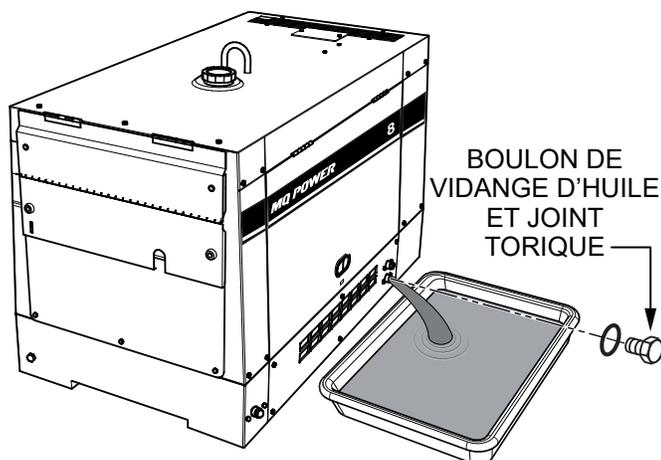

Figure 50. Vidange de l'huile moteur
1. Retirer le **boulon de vidange d'huile** et le **joint torique** (Figure 50) et laissez l'huile s'écouler dans un récipient approprié.